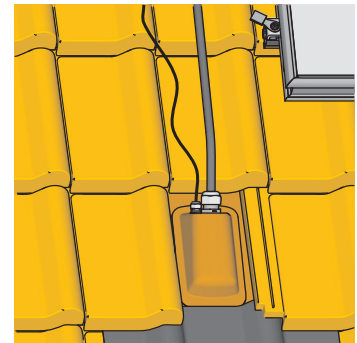

Bild 3-31 Arbeitsschritt 9
9. Dachdurchführungen eindecken (Bild 3-31).